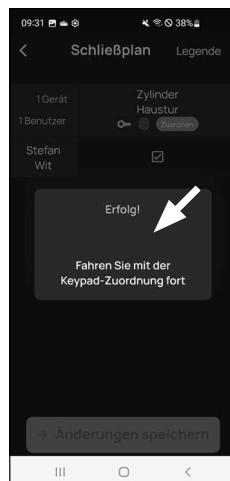

Fig. 6
- ⑦ Los datos se transferirán. Tras un breve instante, recibirá la confirmación y, simultáneamente, se le pedirá que asigne el teclado. Pulse en el mensaje de confirmación (Fig. 6).